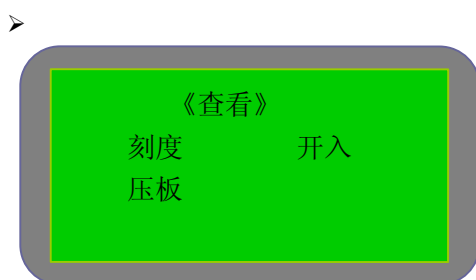
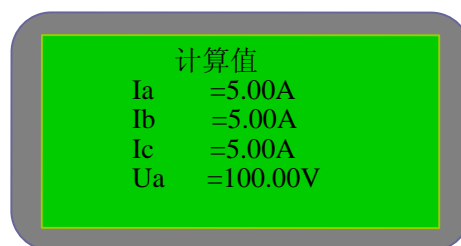
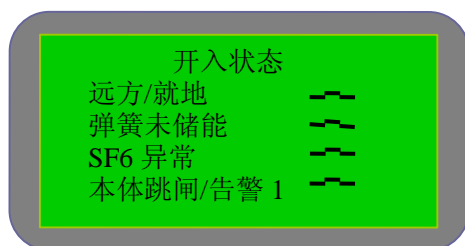
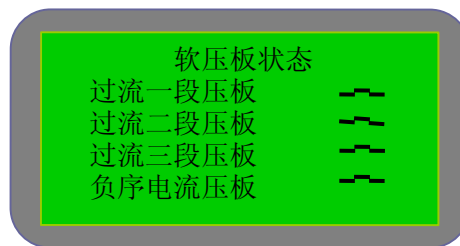

图 5-1-1
图 5-1-2
图 5-1-3
图 5-1-4
- 查看：包括刻度、开入、压板。可通过按“上移”键或“下移”键循环选择；也可按“退出”键退回到主菜单，如图 5-1-1。选择“刻度”进入图 5-1-2 界面，按“上移”键或“下移”键可查看各测量值，计算值；选择“开入”进入图 5-1-3 界面，查看各开入状态；选择“压板”进入图 5-1-4 界面，查看各软压板状态。